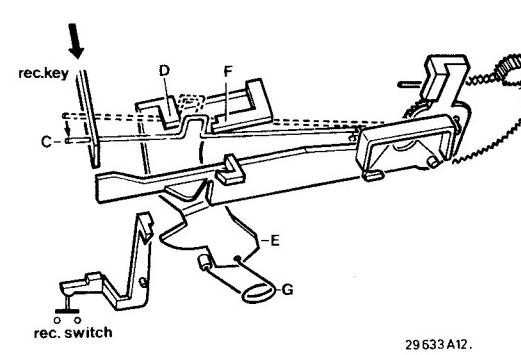
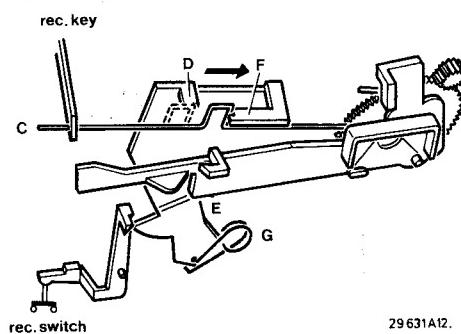

Fig. 2b
Fig. 2c
Pin A on the drive gearwheel is situated in a slotted hole of bracket B. When the drive wheel rotates, its rotating movement is converted into a linear movement of threaded rod C. When pressing the record key, pushes threaded rod C will be pushed forward (Fig. 2b). During its movement to the right threaded rod C will press against boss F, causing bracket E to rock over to the right, which motion is assisted by spring G. Bracket E actuates the two record switches which are thus brought in the record mode (Fig. 2).
Wanneer de Rec-toets wordt ingedrukt, wordt draadstang C naar voren gedrukt (Fig. 2b). Tijdens de naar rechtsgaande beweging van draadstang C zal deze tegen nok F komen waardoor beugel E naar rechts zal omklappen. Veer G versterkt dit omklappen.
Beugel E bedient de twee recordingschakelaars en staat nu in de recording positie (Fig. 2c).
Une broche (A) sur la roue d'entraînement est placée dans le trou oblong de l'étrier B. Lorsque la roue d'entraînement tourne, ce mouvement rotatif est converti en un mouvement rectiligne de la tige C. Lorsque la touche REC est enfoncée, la tige filetée C est poussée en avant (Fig. 2b). Du fait que la tige filetée C se dirige vers l'avant elle pressera contre la came F, l'étrier E basculera alors vers la droite. Le ressort G renforcera ce basculement.
L'étrier E commande les deux commutateurs d'enregistrement qui se trouvent ainsi en position d'enregistrement (Fig. 2c).
Wenn die "REC"-Taste gedrückt wird, wird Gewindestange C nach vorne gedrückt (Bild 2b).
Bügel E bedient die beiden "REC"-Schalter, die sich nun in der "REC"-Stellung befinden (Bild 2c).
Quando il tasto REC viene premuto, l'astina filettata C viene spinta in avanti (Fig. 2b). Dal fatto che l'astina filettata C vada in avanti, essa premerà contro la cama F, la squadra E ribalterà allora verso la destra. La squadra E comanda i due commutatori di registrazione che vengono così messo in posizione di registrazione (Fig. 2c).